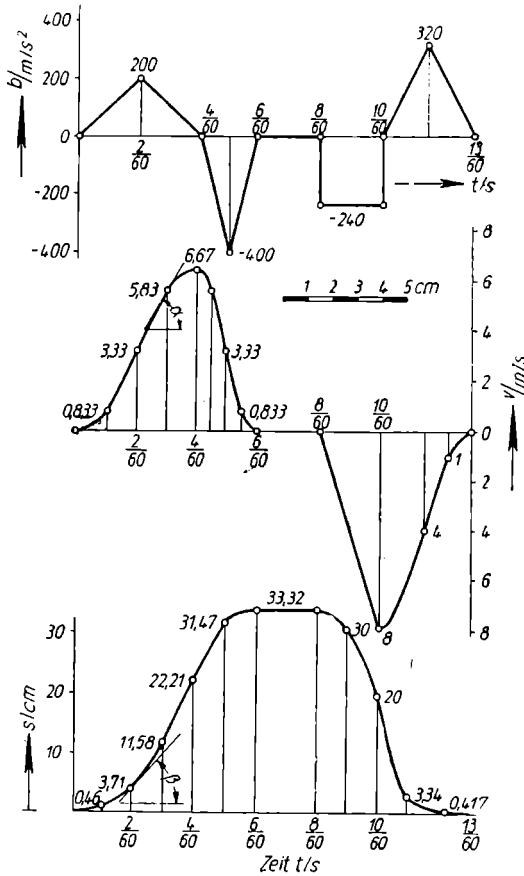

Bild 3
6. Für die im Bild 3 gegebene Beschleunigungs-Zeit-Kurve sind durch graphische Integration der **Geschwindigkeitsverlauf** und der **Weg** zu finden.
Ist $\tan \alpha$ positiv, so ist auch die Beschleunigung positiv, ist $\tan \alpha$ negativ, so auch die Beschleunigung. Dasselbe gilt für $\tan \beta$ und die Geschwindigkeit (s. Bild 3). Wo die Geschwindigkeit ein Maximum hat, ist die Wegkurve am steilsten.
Wächst die Geschwindigkeit von 0 bis zu einem Maximum und fällt wieder bis 0, so muß die positive Beschleunigungsfläche gleich der negativen sein. Im Bild 3 z. B.
ist die Fläche von $0 \dots 4/60$ s gleich der negativen Fläche von $4/60 \dots 8/60$ s. Geht der Weg über ein Maximum auf 0 zurück, so muß die positive Geschwindigkeitsfläche gleich der negativen sein. Im Bild 3 ist die Geschwindigkeitsfläche von $0 \dots 8/60$ s gleich der Fläche von $8/60 \dots 13/60$ s. Die Beweise folgen einfach aus der Beziehung $v = \int b dt$ und $s = \int v dt$. Da nun z. B. derselbe Weg von links und von rechts aus erreicht wird, muß die Geschwindigkeitsfläche links und rechts (Bild 3) inhaltsgleich sein.